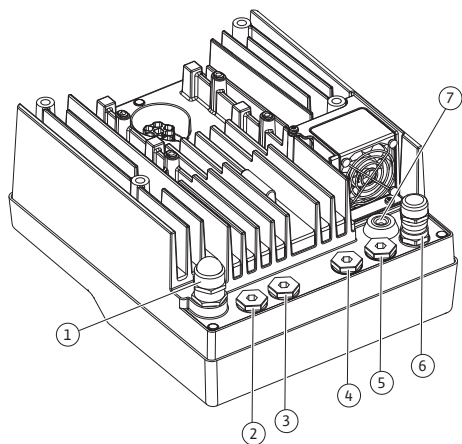

Fig. 19: Кабельні нарізні з'єднання/кабельні вводи
4. Проведіть під'єднувальний кабель через кабельне нарізне з'єднання M25 (Fig. 19, поз. 1). Затягніть кабельне нарізне з'єднання з передбаченим крутним моментом.